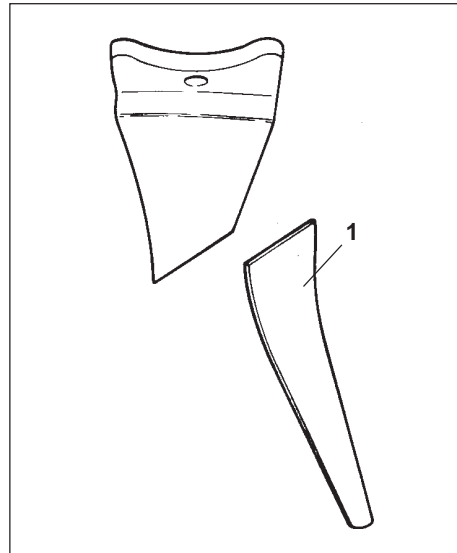
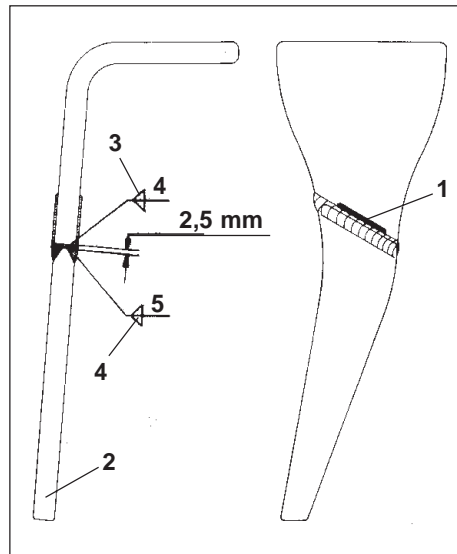

Fig. 19.11
Fig. 19.12
Bei zunehmendem Verschleiß können die Bodenbearbeitungszinken des Kreiselgrubbers durch Anschweißspitzen (Fig. 19.11/1) wieder auf Originallänge gebracht werden. Bodenbearbeitungszinken zuvor demontieren.
- Anschweißspitze (Fig. 19.11/1) an den alten Bodenbearbeitungszinken anhalten, und Markierung (Fig. 19.12/1) zum Durchtrennen anbringen.
- Alten Bodenbearbeitungszinken an der Markierung (Fig. 19.12/1) durchtrennen.
- Anschweißspitze (Fig. 19.12/2) mit Wurzellagenschweißung (Fig. 19.12/3) am Zinkenstummel befestigen und Zinken abkühlen lassen.
- Nach der Decklagenschweißung (Fig. 19.12/4) ist der Zinken wieder einsatzfähig.